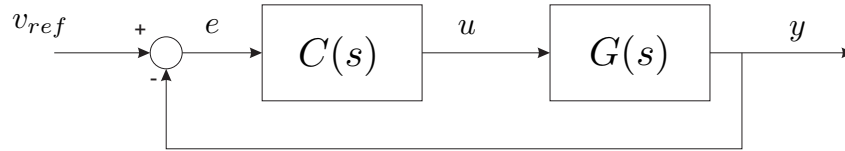

Figure 3: Diagrama de blocos para controlo de velocidade.
- 3.1. **(T)** Admita que o sistema em malha fechada (fig.3) tem pólos de 2ª ordem dominantes. Calcule os seus valores numéricos de forma a que o sistema em malha fechada cumpra as seguintes especificações na resposta ao escalão unitário:
- 3.3. **(T)** Calcule a *Largura de Banda a -3dB* do sistema em malha fechada (Fig.3) realizável com este controlador $C(s)$. Pode confirmar o seu cálculo pela leitura do diagrama de Bode da função resposta em frequência $Y(j\omega)/V_{ref}(j\omega)$ obtido com o MATLAB.